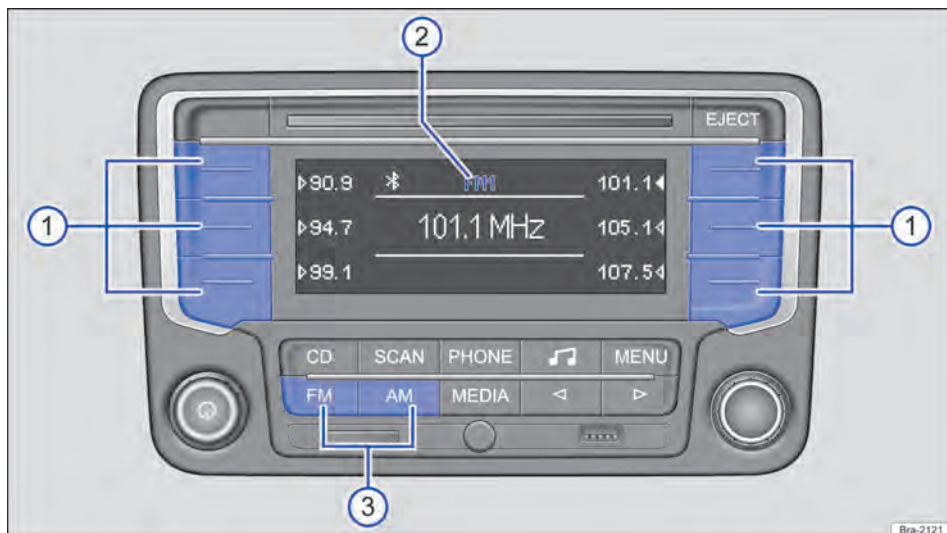

Fig. 149 Selecionar a faixa de frequências e o nível de memória.
Pressionar o botão do aparelho **FM** ou **AM** → Fig. 149 ③ até que seja exibido o nível de memória desejado → Fig. 149 ②.
Ao trocar os níveis de memória, as frequências das estações de rádio salvas são exibidas ao lado dos botões das estações Fig. 149 ①.